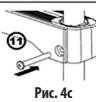
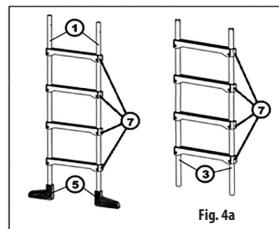

Рис. 4c
Fig. 4a
Все пластиковые ступени лестницы (7) надвиньте на обе пары ножек; следите за тем, чтобы была сохранена одинаковая ориентация всех ступеней лестницы. В случае съемной ножки (3) ориентируйте их заглушками трубок вверх. Ступени лестницы на ножках подвиньте так, чтобы отверстия для болтов совпадали с отверстиями в ножках (Рис. 4a). В паз внизу лестницы вставьте гайку (15) (Рис. 4b) и ступеньку привинтите болтами (11) (Рис. 4c).
Tutti i gradini in plastica (7) devono essere applicati su entrambi i montanti tubolari esercitando un po' di forza e mantenendo sempre la stessa direzione di tutti i gradini. In caso di montanti tubolari smontati (3) i tappi dei montanti devono essere rivolti sempre verso l'alto. Spostare i gradini lungo i montanti tubolari per trovare la posizione giusta per i fori dei gradini che devono combaciare con i fori dei montanti (Fig. 4a). Inserire il dado (15) (Fig. 4b) nella scanalatura praticata sul lato inferiore del gradino e fissare il gradino con le viti (11) (Fig. 4c).